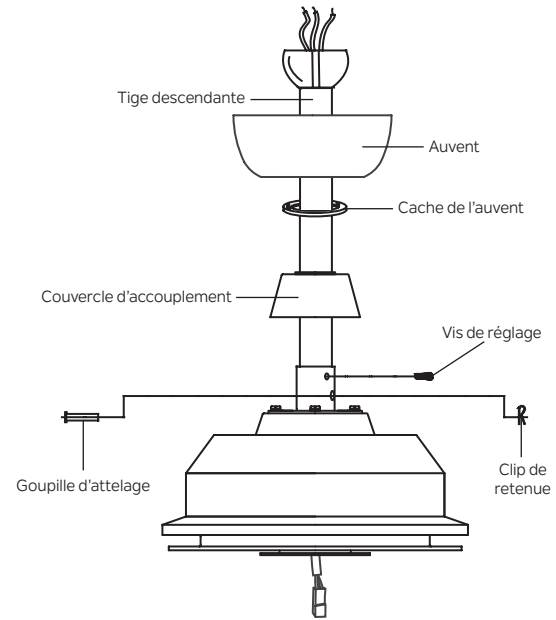

Fig. 9
**Étape 8.** Glissez le couvercle du couplage, la bague de sécurité, le cache de l'auvent et l'auvent sur la tige descendante. (Fig. 9)
Enfilez la boule de suspension sur la tige descendante, insérez la tige transversale à travers la tige descendante et serrez. Maintenant, serrez la vis de réglage. (Fig. 9)